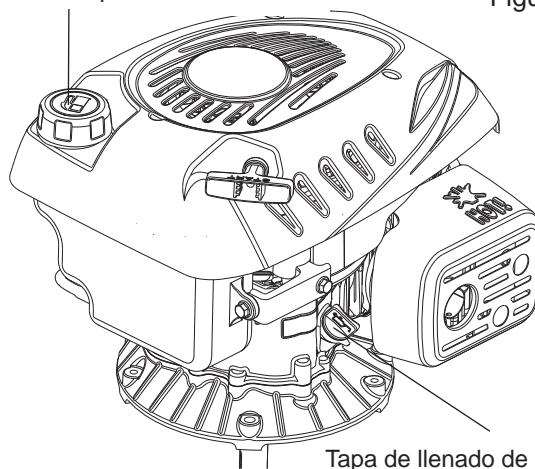

Figura 7
2. Retirar la tapa de llenado de aceite / varilla de aforar y enjugarla con un paño. Consultar la figura 7 para determinar la ubicación de la varilla de aforar.
1. Limpiar la superficie alrededor de la tapa de combustible para evitar contaminación. (Véase la figura 7)
Nota: Consultar la figura 7 al seguir los pasos siguientes: